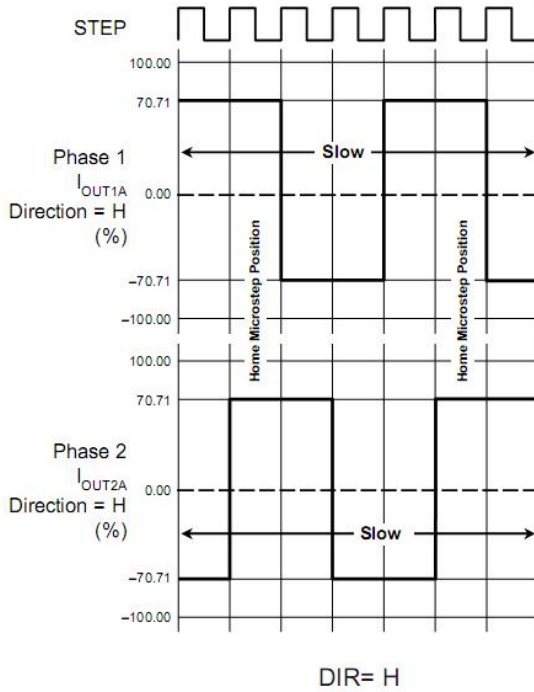

Figure 8. Decay Mode for Full-Step Increments
在上电或复位时,译码器将DAC和相电流的极性设为初始的Home状态(如图8~11所示),且两相的电流调节器均工作在混合衰减模式。当一个步进信号进入STEP端口,译码器自动将DAC排序进入下一电平和电流极性。(表2给出了电流台阶顺序)。微步细分精度由MS1和MS2输入组合确定,如表1所示。
**混合衰减操作:**当上电复位后正常工作时,根据ROSC的配置和步进顺序,H桥工作于混合衰减模式,如图8~11所示。在混合衰减期间,当达到预定值时,HR4985初始进入快衰模式,快衰减时间占固定关闭时间 $t_{OFF}$ 的31.25%。其后转为慢衰减直至固定关闭时间结束。时序框图在图7中呈现。
**复位输入(nRESET):**RESET输入(低电平有效)使得TRANSLATOR恢复初始状态(如图8~11所示),关断所有DMOS输出,此时STEP输入无效,直到RESET重新变为高电平为止。
**混合衰减操作:** 当上电复位后正常工作时, 根据 ROSC 的配置和步进顺序, H 桥工作于混合衰减模式, 如图 8~11 所示。在混合衰减期间, 当达到预定值时, HR4985 初始进入快衰模式, 快衰减时间占固定关闭时间  $t_{\text{off}}$  的 31.25%。其后转为慢衰直至固定关闭时间结束。时序框图在下页图中呈现。